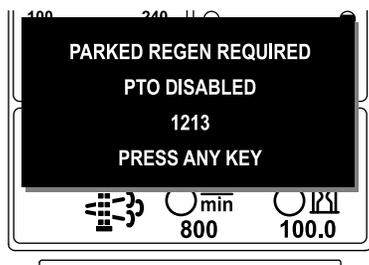

図 19
- 時間以内に駐車再生を行わないと、インフォセンターに駐車再生要求が表示され、PTO が無効化され、アドバイス No.1213 が表示されます 図 19。